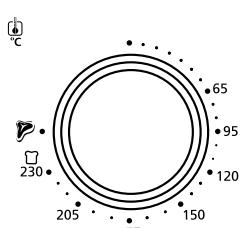

Figura 1
- Perilla de Control de Temperatura/ Perilla para Seleccionar la Función** - Ajuste el termostato a la temperatura deseada. Seleccione la función de cocción al girar la perilla a la función deseada. (Ver Figura 1)